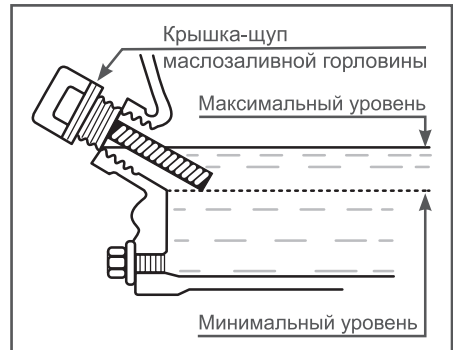

Рис. 10 Проверка уровня масла в камере
Максимальный уровень масла в камере соответствует нижней кромке заливного отверстия (Рис. 10).
4. Аккуратно извлеките щуп и осмотрите его. Уровень масла должен соответствовать верхней отметке на щупе. При недостаточном уровне масла в картере необходимо долить чистое масло до верхней отметки на щупе, что соответствует нижней кромке заливного отверстия (Рис. 10).